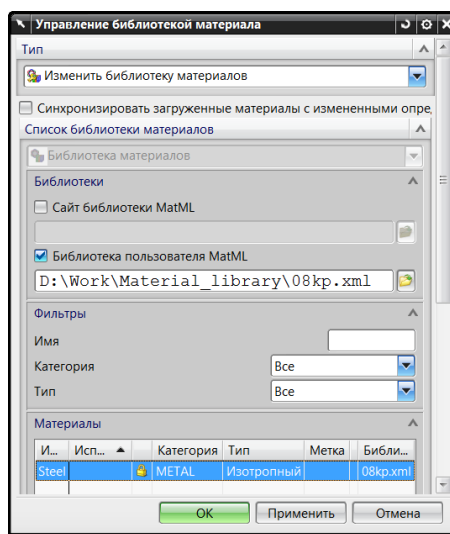

Рис. 2.14. Окно диалога **Материалы – Изменить библиотеку материала**
- выберите в окне диалога в строке **Тип** опцию **Изменить библиотеку материалов** (рис. 2.14);
- нажмите **ОК** (рис. 2.14);